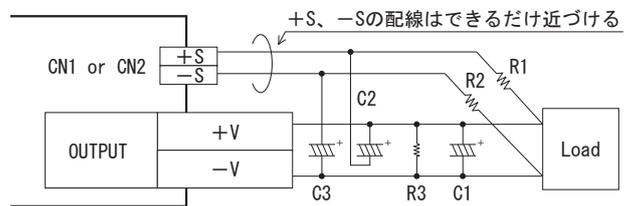

図1.4 リモートセンシングの接続例
- リモートセンシングを使用する場合の結線を図1.4に示します。
- ①負荷線に接触不良（ねじのゆるみなど）が生じると、センシング線に負荷電流が流れ、電源内部回路が故障することがありますので、結線には十分注意して下さい。
- ②電源から負荷までの配線は、十分余裕のある太い電線を使用し、ラインドロップは0.3V以下でご使用ください。
- ③センシング線は、ツイストペア線、またはシールド線を使用してください。
- ④+S、-S端子から電流を取り出さないでください。
- ⑤配線や負荷のインピーダンスによって、出力電圧に共振波形が発生したり、出力電圧の変動が大きくなる場合があります。センシング使用時には、評価確認の上ご使用ください。出力電圧が不安定になった場合、図1.4におけるC1、C2、C3、R1、R2、R3を接続することが有効です。
- ⑥センシングラインが長く出力電圧が発振する場合は、R1、R2で調整してください。 詳細はお問い合わせください。